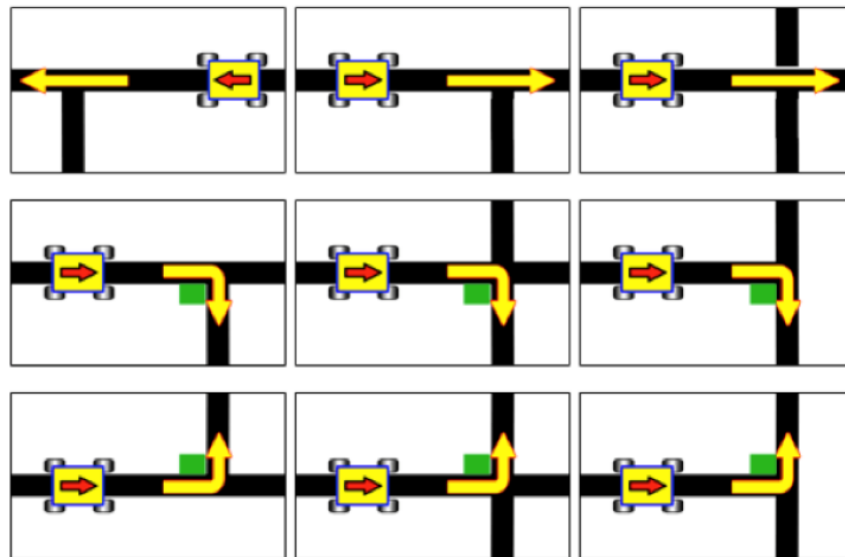

Figura 1 - Caminhos obrigatórios que o robô deve seguir ao encontrar uma encruzilhada.
3.4. As linhas também poderão formar encruzilhadas e círculos. Encruzilhadas contêm uma marcação em fita verde de 2,5 cm x 2,5 cm (ou pintura no chão na mesma cor) na intersecção que indica a direção que o robô deverá seguir. O robô, quando encontrar uma encruzilhada deve seguir pelo caminho indicado pela marcação verde, que pode indicar um caminho à direita ou à esquerda. A Figura 1 apresenta opções de caminhos a serem seguidos nestes casos. As encruzilhadas serão sempre perpendiculares e poderão existir